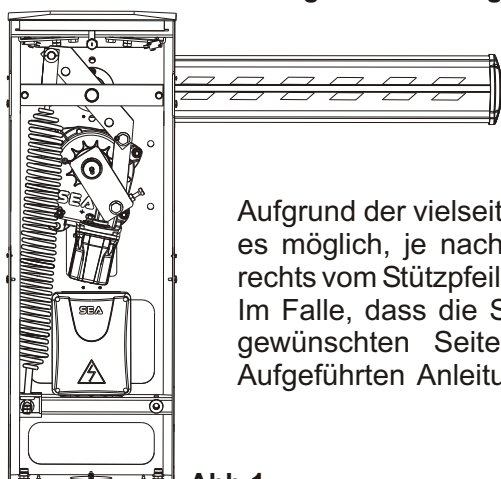

Abb.1
N.B.: Der Antrieb wird serienmässig wie in Abb. 1 geliefert (mit Schliessung nach rechts).
Schranke mit Schließung nach rechts (Abb. 1)